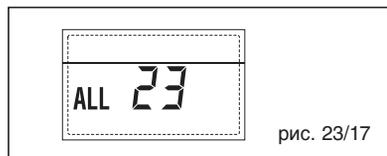

рис. 23/17
– НЕПОЛАДКА ДАТЧИКА СОЛНЕЧНОГО КОЛЛЕКТОРА (S1) “ТРЕВ 24” (рис. 23/18)